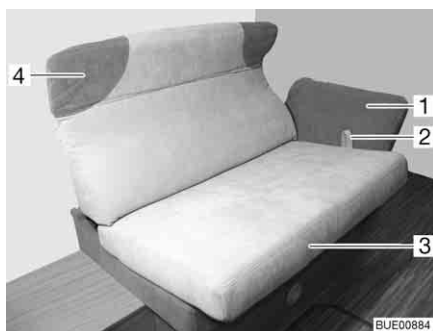

Fig. 101 Ajuste del banco longitudinal
- Tirar el lazo (Fig. 101,2) hacia arriba y tirar la superficie del asiento (Fig. 101,3) cuidadosamente hacia delante sobre los rieles.
- Sujetar el cojín de nuca (Fig. 101,4) con ambas manos y girarlo cuidadosamente hacia arriba o hacia abajo a la posición deseada.
- Sujetar el reposabrazos (Fig. 101,1) con ambas manos y girarlo cuidadosamente hacia abajo o hacia arriba a la posición deseada.